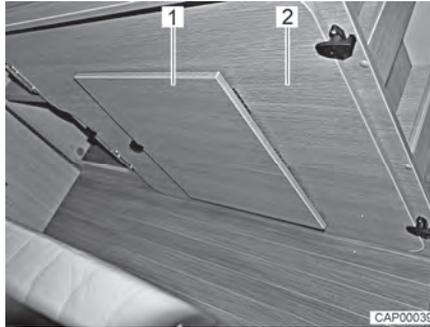

Bild 45 Einlegebrett am rechten Bettkasten
- Zusätzliches Einlegebrett (Bild 45,2) vom rechten Bettkasten im Heck abnehmen.
- Fußstütze (Bild 45,1) am Einlegebrett ausklappen.